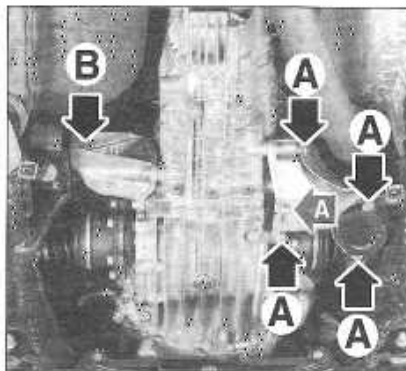

Figure 3-1
- les vis de fixation (A) du support de boîte de vitesses droit et déposer l'ensemble complet (figure 3-1).
- la vis de fixation (B) du support de boîte de vitesses gauche et laisser le silentbloc en place (figure 3-1).